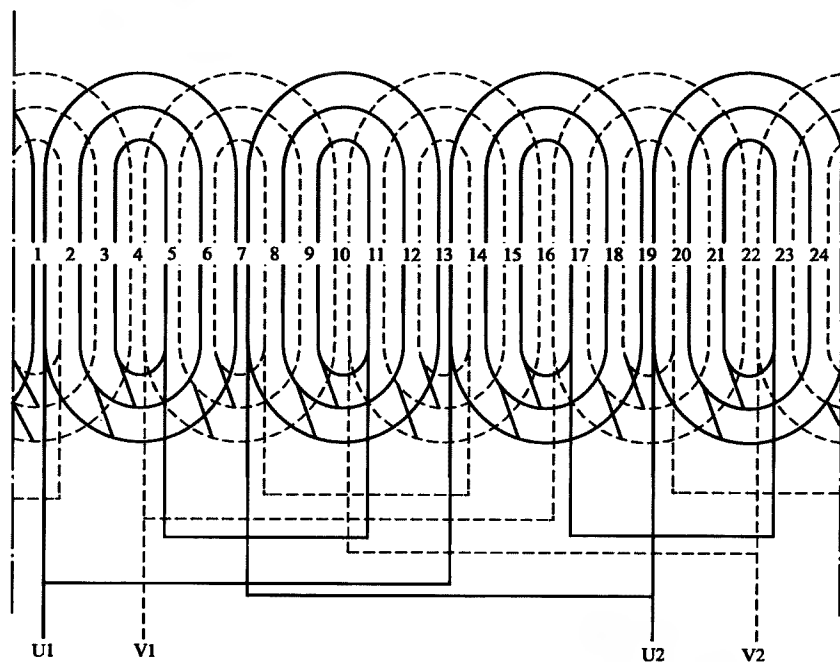

图 4-11 单相 4 极 24 槽正弦绕组 2 路接法展开图 (1)
11. 单相 4 极 24 槽正弦绕组 2 路接法展开图 (1) (见图 4-11)